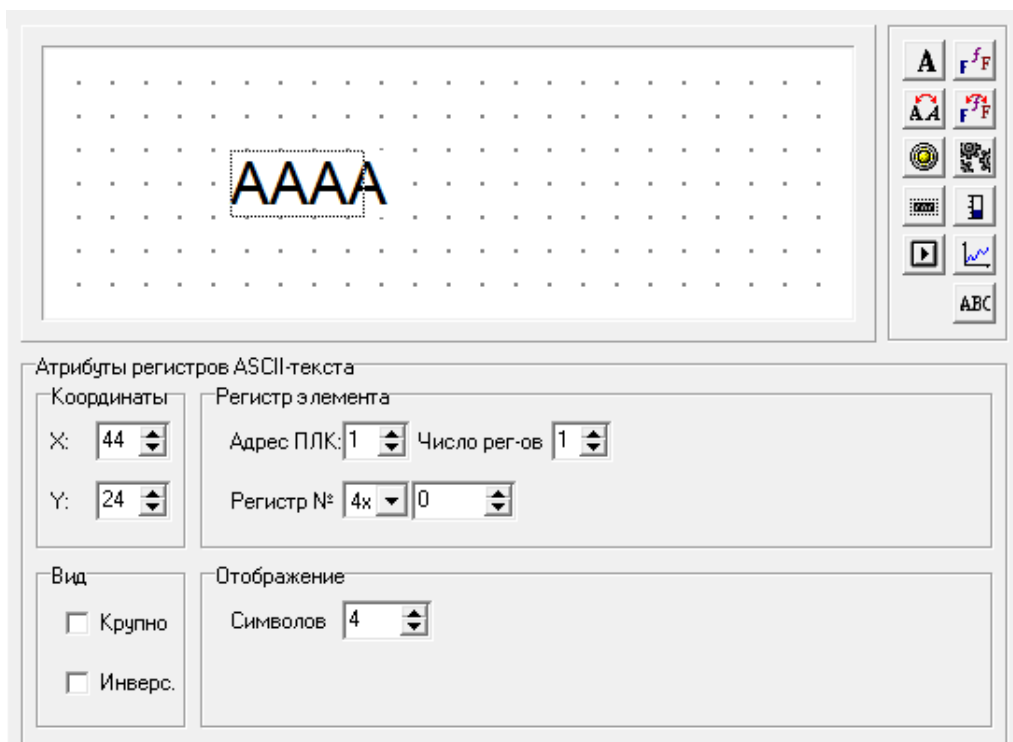

Рисунок 4.19 – Регистры ASCII-текста
1. Нажать кнопку . Откроется область задания параметров «линейки» (см. рисунок 4.19).